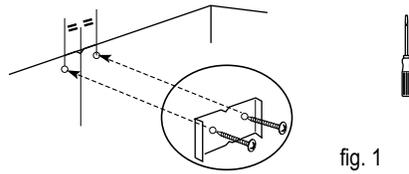

fig. 1
- Fije contra la pared, con los dos tornillos, el soporte metálico de la chimenea apoyándolo contra la pared (fig. 1).